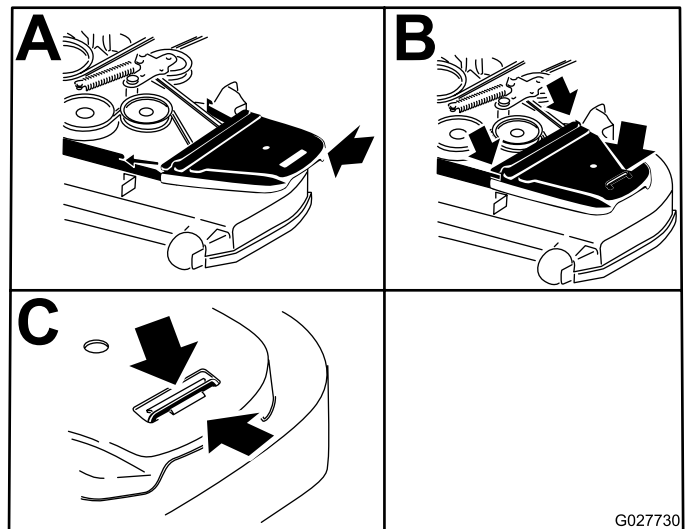

Рисунок 63
12. Установите кожухи ремней и болты, присоединенные к ним (Рисунок 63).